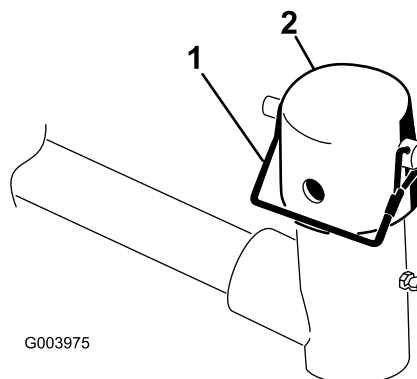

Figura 6
6. Togliete il perno di ritenuta e il cappuccio dalla forcilla del braccio di sollevamento (**Figura 6**).
10. Fissate il cappuccio e l'albero del telaio portante alla forcella del braccio di sollevamento con il perno di ritenuta (Figura 6).